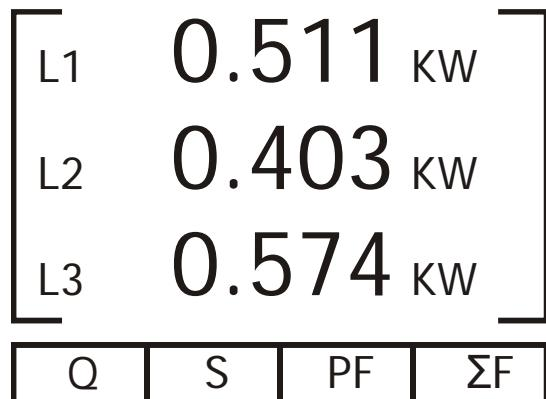

Рис. 28
3. Выберите пункт **KW, KVA, KVAR, PF** и нажмите «Enter». На дисплее появится экран вывода значений мощности и коэффициента мощности (рис. 28):